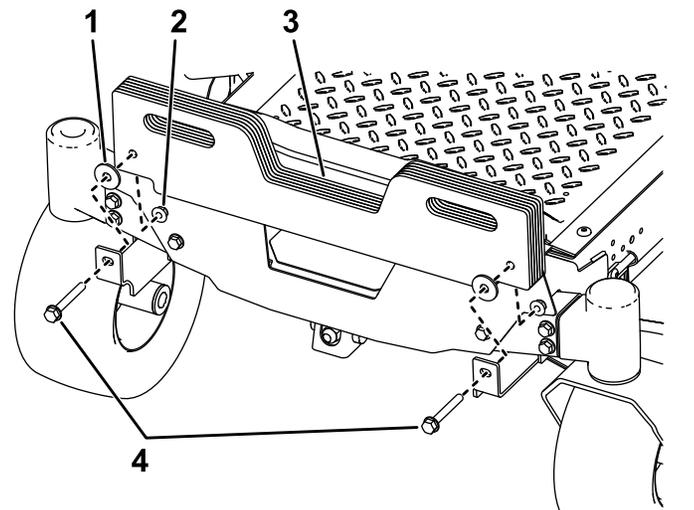

Figure 16
5. **Modèles à système de ramassage seulement** : montez les masses à poignée supplémentaires qui sont fournies sur la machine à l'aide de 2 boulons ( $\frac{3}{8}$ " x  $3\frac{3}{4}$ " ), selon les besoins, en vous reportant au tableau suivant (Figure 16).